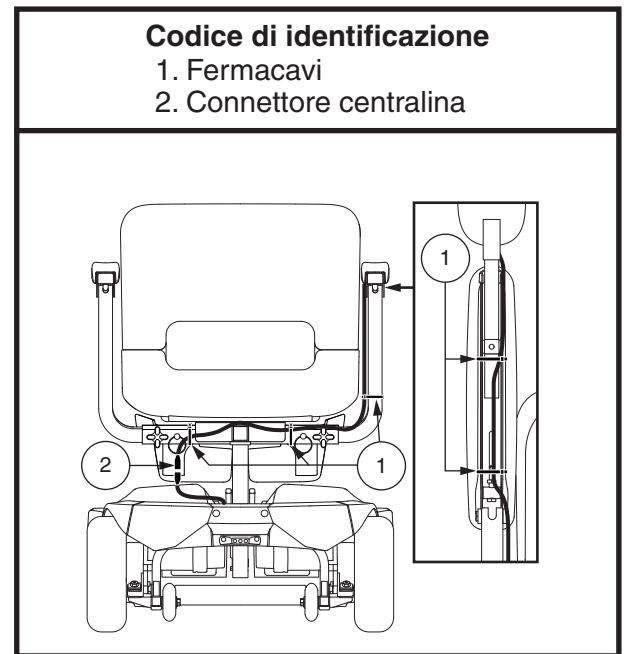

Figura 5. Installazione del sedile
2. Inserire il sedile nel pistone del sedile. **Vedere figura 5.**
7. Fissare il cavo del joystick al bracciolo con un fermacavi. **Vedere figura 5.**
3. Scollegare i connettori del joystick dalla base elettronica. **Vedere figura 5.**